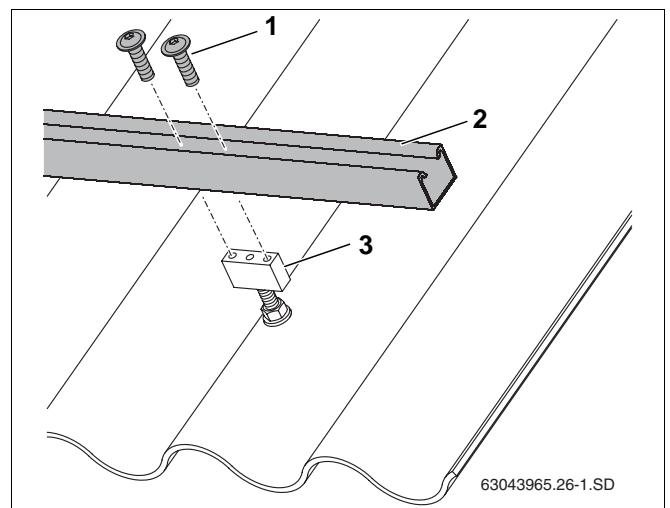

Bild 25 Montera profilskenan på konsolen
- Fäst profilskenorna (bild 25, **pos. 2**) med två skruvar vardera (bild 25, **pos. 1**).